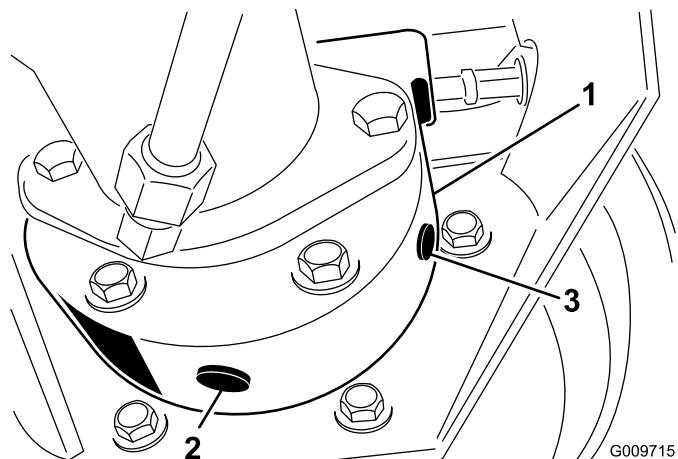

Figura 49
3. Coloque un recipiente debajo del alojamiento del freno, retire el tapón y deje que se drene el aceite (Figura 49).